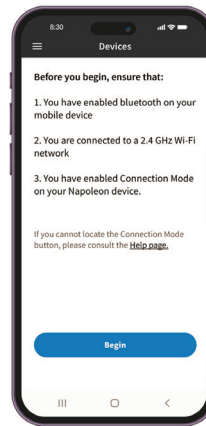

Fig. 7
- Acceptera behörigheterna. (Fig. 7)